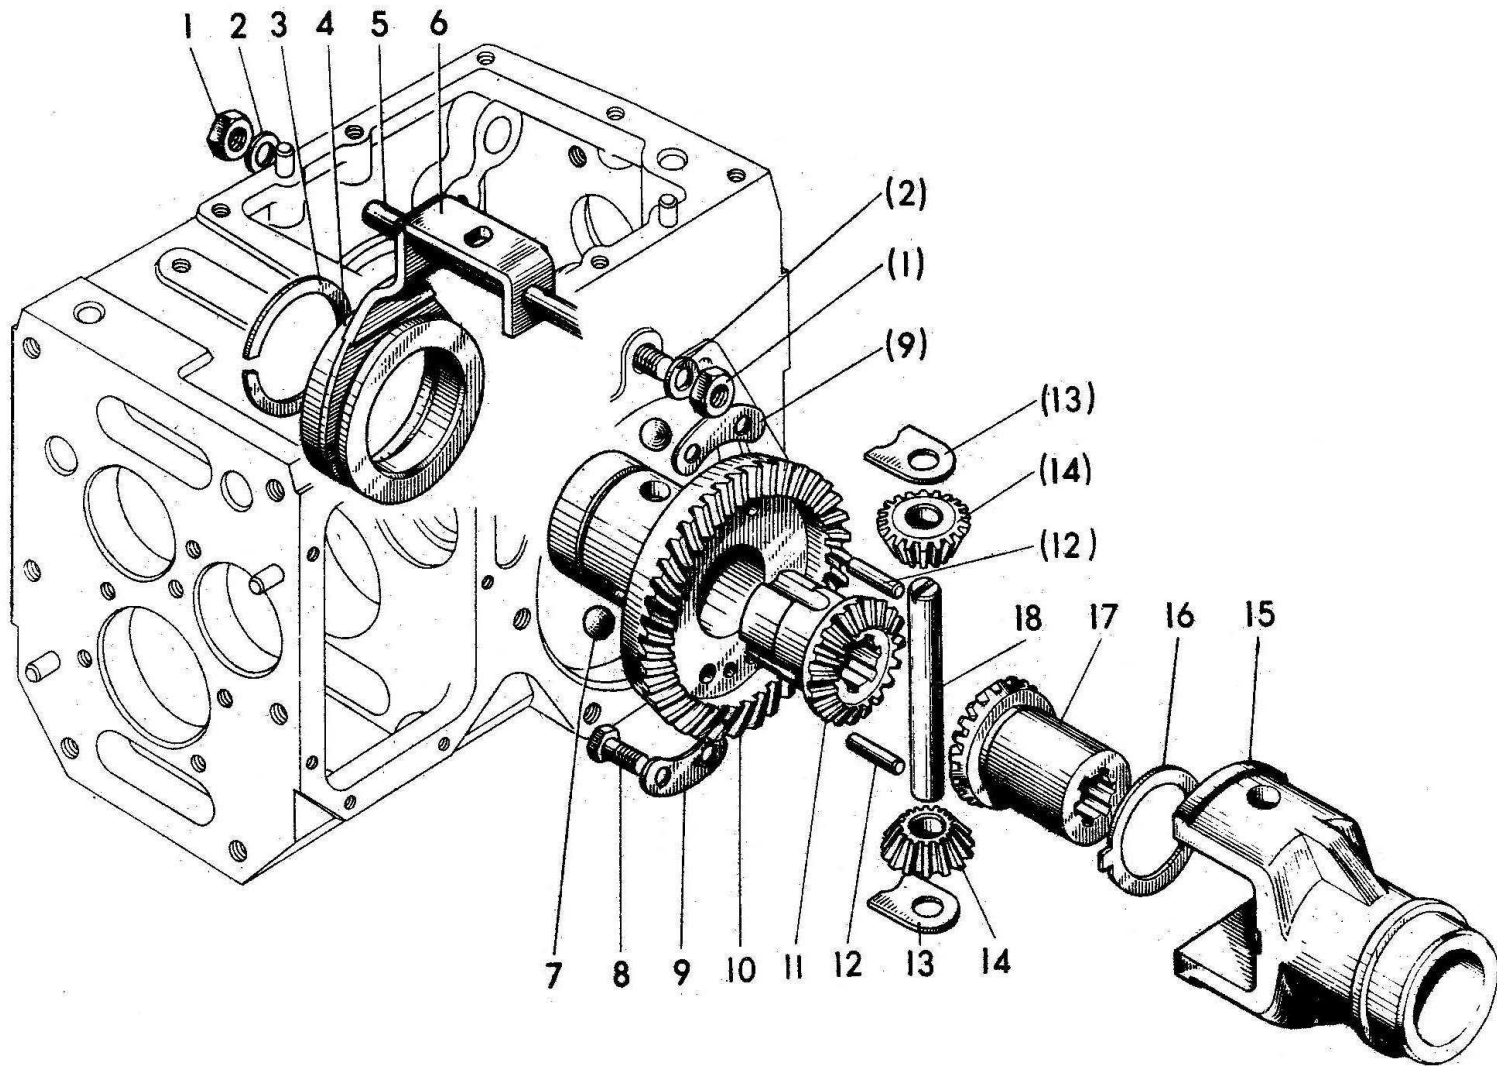

Рисунок 6 – Дифференциал
**05-2403. Дифференциал (рисунок 6)**